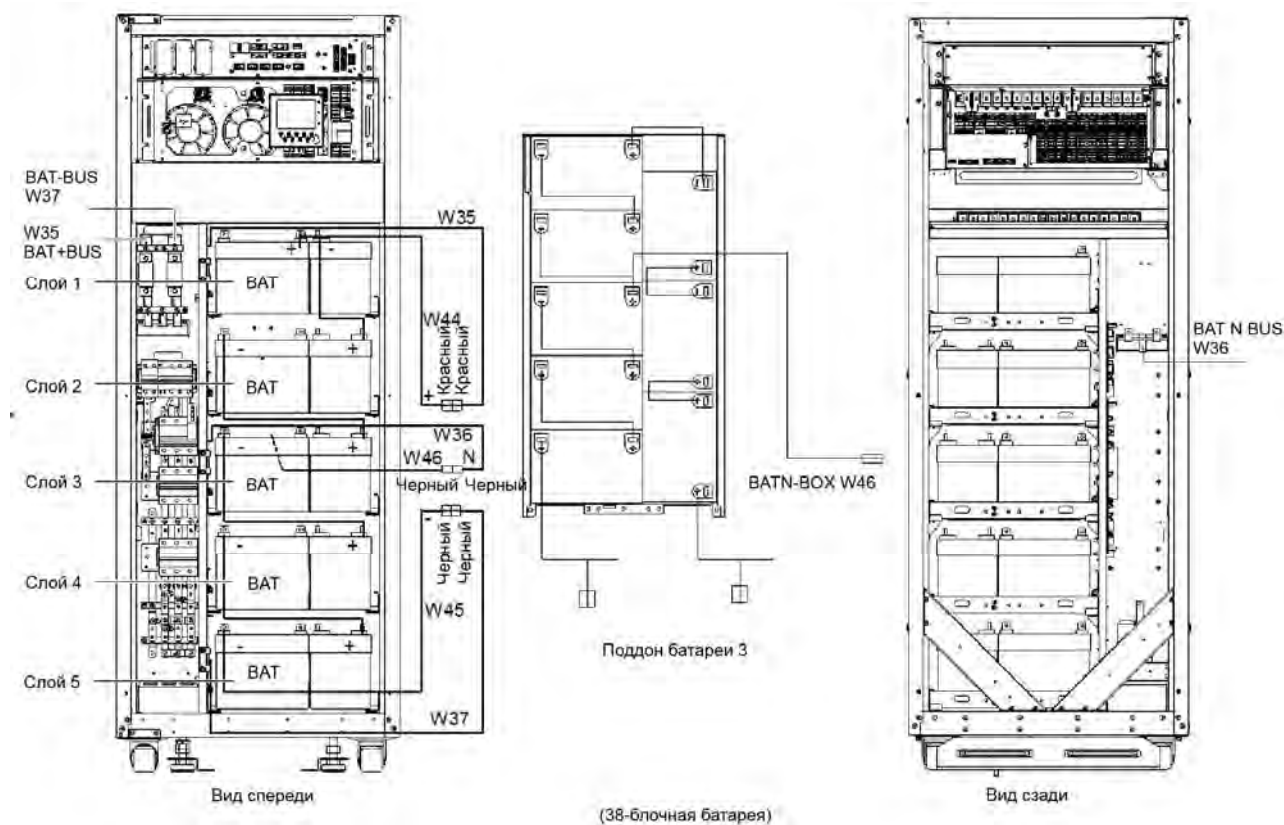

Рисунок 8-5 Соединение между поддонами и батареями
4. Вставьте поочередно поддоны с установленными на них батареями в отсек для батарей в соответствии с Рисунок 8-5и убедитесь, что поддоны № 1—5 с батареями установлены на полки № 1—5 (снизу вверх) отсека для батарей, в противном случае напряжение батарей может быть отличным от номинального.
5. В соответствии с Рисунок 8-5 подключите положительную клемму поддона 1 к положительной клемме шкафа, соедините нейтральный провод поддона 3 с нейтральной клеммой шкафа, а отрицательную клемму поддона 5 с отрицательной клеммой шкафа.